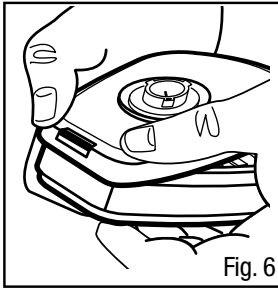

Fig. 6
2. Enclencher l'encoche arrière de la même manière, en appuyant l'arrière de la cartouche contre l'adaptateur en plaçant les pouces et les doigts de la même manière. Un dé clic se fait entendre lorsque chaque languette est enclenchée (Fig. 6).